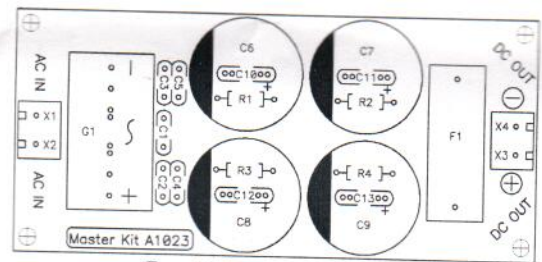

Рис.4 Монтажная схема
3. Установите все детали согласно рис.4 в следующей последовательности: сначала малогабаритные, а потом все остальные элементы.